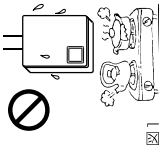

図1
- ガスレンジやこんろのすぐ上に取り付けないでください。同時使用したとき、ガスレンジやこんろの排ガスのため給湯器に影響を及ぼします。(図1)